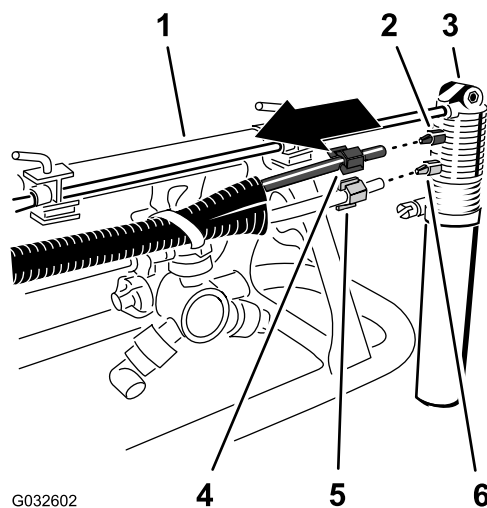

Figura 26
2. En el marcador de espuma, afloje la tuerca de compresión que sujeta el tubo azul (agua) al acoplamiento de compresión azul de la boquilla del marcador de espuma (Figura 26).
3. Afloje la tuerca de compresión que sujeta el tubo transparente (aire) al acoplamiento de compresión blanco de la boquilla del marcador de espuma (Figura 26).
5. Retire las tuercas de compresión de los extremos de los tubos (Figura 26).